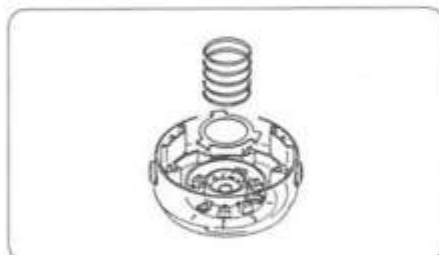

図9
①「ナイロンコードの交換」を参考にナイロンコードキャップをはずし、ナイロンコードリールとリールスプリング、ディスクを取り出します。
②ナイロンコードボディの奥に、1、2、3の番号があります。(図9)
※ディスクの標準セットは、ナイロンコードボディのディスク受けの2番の位置ですので、ディスク2にセットしてください。(図9)